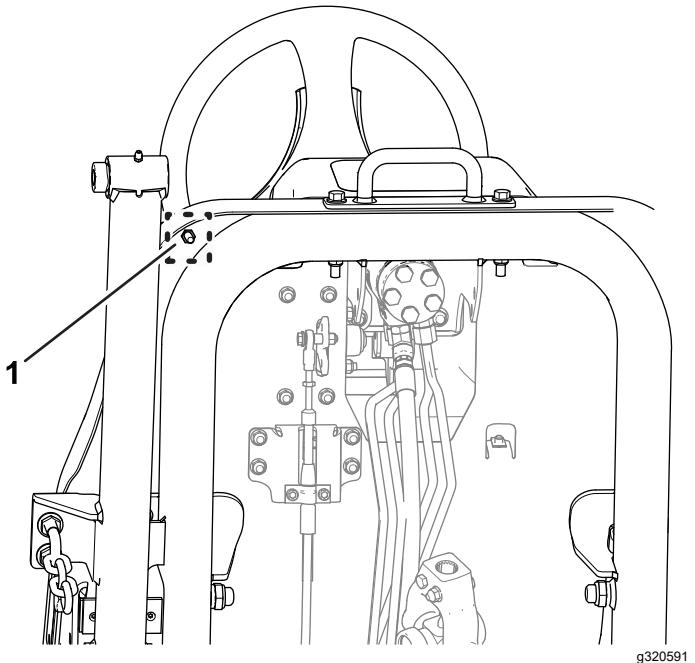

Bild 77
- B. Lösen Sie die Klemmmutter an der Unterseite der Fußplattform-Platte (Bild 77).
- F. Halten Sie den Fahrpedalanschlag fest und ziehen Sie die Klemmmutter an der Unterseite der Fußplattform-Platte (Bild 76 und Bild 77) auf 37-45 N·m an.